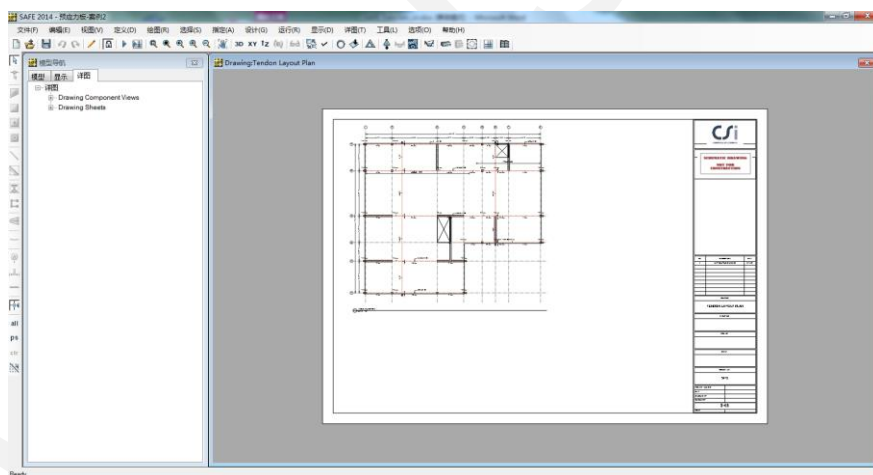

图46 钢筋布置平面图
- P. 点击**确定**关闭显示详图项对话框，显示所选择的图，如图 46 所示。